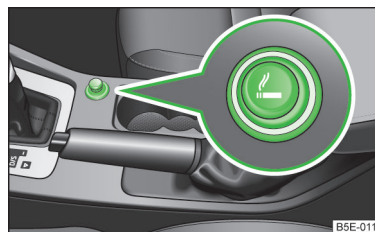

Fig. 63
- Apăsați capul brichetei » fig. 63.